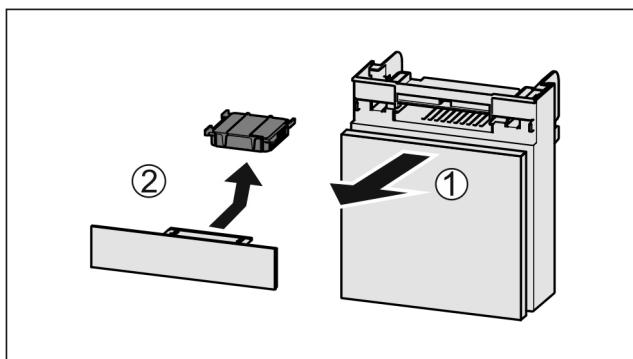

Fig. 159
- ▶ Издърпайте Fig. 159 (1) напред от отделението.
- ▶ Извадете Fig. 159 (2) филтъра с активен въглен.